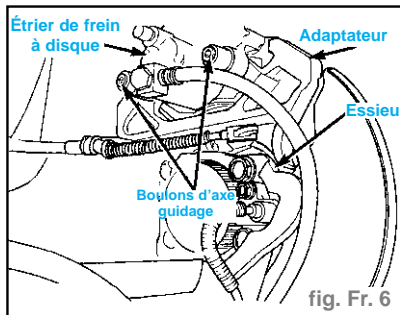

fig. Fr. 6
- Déposer les boulons d'articulation de guidage de l'étrier (fig. Fr. 6).
- Déposer les boulons d'articulation de guidage entre l'étrier et le porte-fusée (Fig. Fr. 6).
- Déposer les boulons d'axe de guidage étrier/ adaptateur (Fig. Fr. 6).